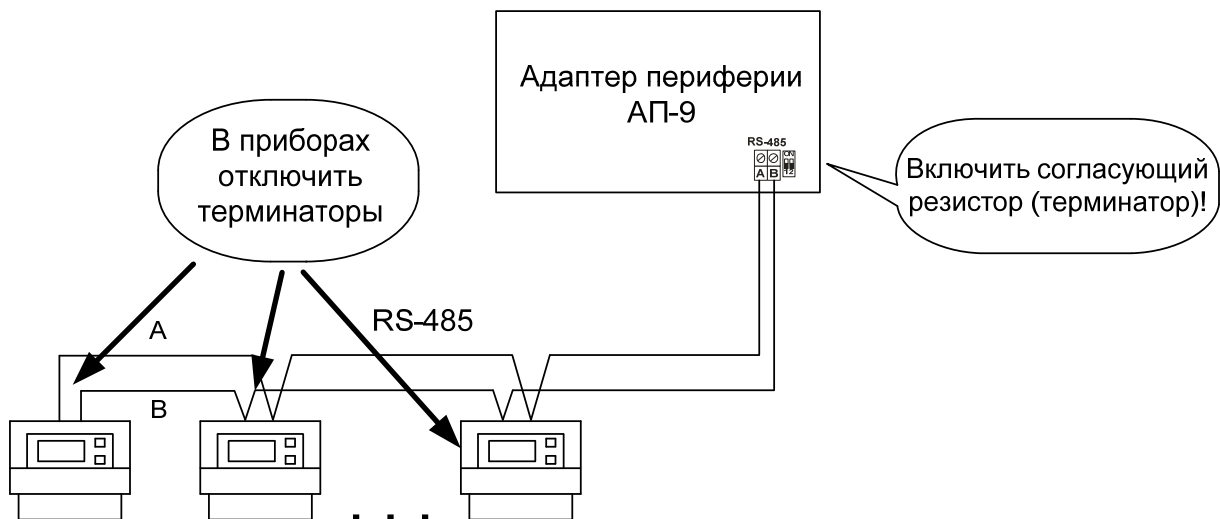

Рисунок 2 — Подключение к сети RS-485
- при включении адаптера крайним звеном в цепи приборов, объединенных в сеть RS-485 на плате адаптера необходимо включить согласующий резистор (терминатор), а в приборах учета необходимо отключить согласующие резисторы (см. рисунок 2);